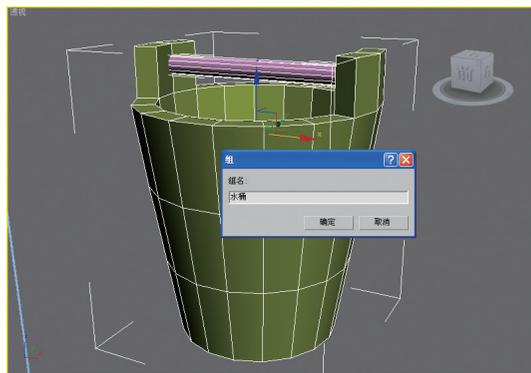

图9-106 成组物体
**02** 将水桶成组，这是必须要做的，否则将会产生问题，如图9-106所示。